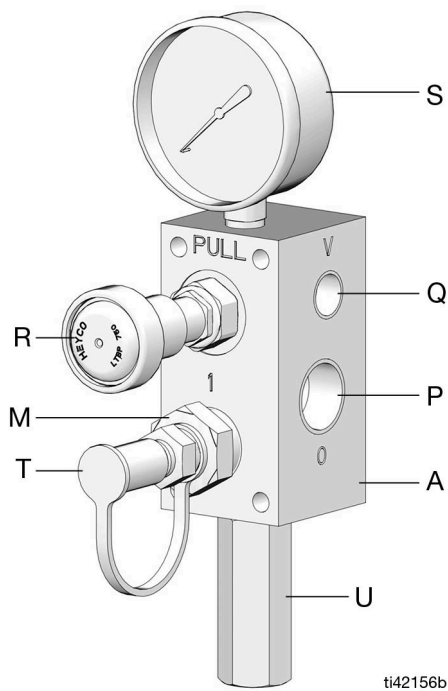

Рис. 1
Буквенные обозначения в приведенных ниже инструкциях относятся к схеме в разделе «Стандартная установка» на стр. 3 и к рисунку в разделе «Идентификация компонентов» (Рис. 1).
2. Расположите заливочный клапан (A) как показано на Рис. 1. Когда заливочный клапан расположен корректно, манометр (S) находится в верхней части блока клапана заполнения, а клапан сброса давления (U) — в нижней части блока.
<p>Чтобы снизить риск серьезного повреждения кожных покровов, при установке заливочного клапана (A) необходимо разместить манометр (S) в верхней части клапана, а клапан сброса давления (U) — в нижней части, как показано на Рис. 1.</p>
3. Используя монтажные размеры, представленные на стр. 8 данного руководства, просверлите четыре (4) монтажных отверстия в установочной поверхности
4. Зафиксируйте заливочный клапан (A) на установочной поверхности с помощью 4 болтов (1/4 дюйма).
5. Выберите подходящее место рядом с клапаном, чтобы прикрепить этикетку с инструкциями по эксплуатации (N) (входит в комплект поставки клапана).
6. Подсоедините питающий шланг (K) между клапаном защиты от переполнения (C) и выпускным отверстием заливочного клапана (P) с отметкой «O».
7. Подсоедините сливной шланг (L) между вентиляционным отверстием заливочного клапана (Q) с отметкой «V» и отверстием резервуара (E/F).